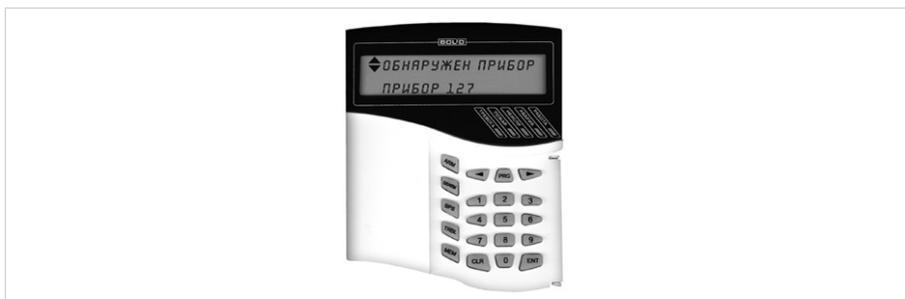

Рисунок 1. Индикатор пульта «С2000М» с соответствующим сообщением
1.5. В течение 1 мин после включения питания пульт должен показать сообщение об обнаружении устройства с сетевым адресом 127. На рис. 1 представлен индикатор пульта «С2000М» с соответствующим сообщением.